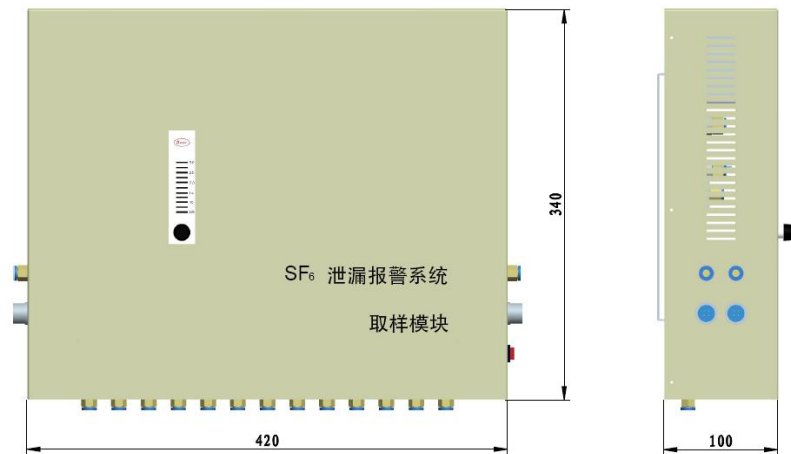

图 3-2 取样模块尺寸图
①功能与参数：
- ★尺寸：340×420×100，如图 3-2 所示。